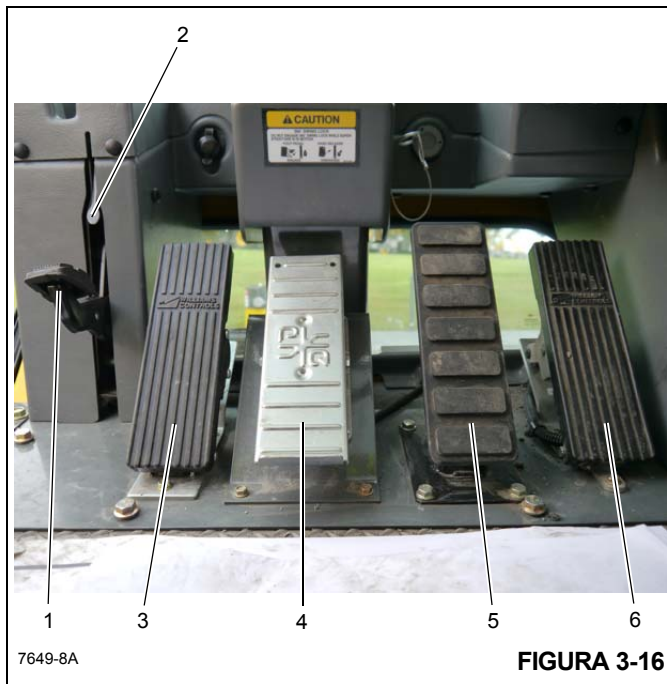

FIGURA 3-16
O pedal da trava contra giro de 360° (1) (Figura 3-16) está localizado no lado esquerdo do piso da cabine do guindaste. O pedal é usado para acionar a trava contra giro para impedir que a superestrutura gire. Para liberar a trava contra giro, puxe a alavanca de liberação da trava contra giro de 360° (2).
O pedal do freio de giro (3) (Figura 3-16) localiza-se no lado esquerdo do piso da cabine. O pedal do freio de giro é usado para acionar o freio de giro para diminuir ou interromper o movimento de giro. A frenagem é proporcional ao pressionamento do pedal. Com o pedal não pressionado e a válvula de controle do freio de giro desengatada, a pressão hidráulica é aplicada ao freio vencendo a pressão da mola e soltando o freio. Pressionar o pedal aciona a válvula do freio de giro a vácuo para aplicar pressão no conjunto do freio. Essa pressão auxilia a pressão da mola a vencer a pressão hidráulica aplicada no circuito de liberação do freio e aplica o freio de mola de acordo com a pressão da válvula do freio de giro a vácuo.
O pedal de controle do telescópio (4) (Figura 3-16) é fornecido quando o guindaste está equipado com um guincho auxiliar. Localiza-se no meio do piso da cabine. Empurrar a parte superior do pedal para frente estenderá a lança e empurrar a parte inferior do pedal para baixo retrainrá a lança.
O pedal do freio de serviço (5) (Figura 3-16) é o segundo pedal a partir da direita no piso da cabine. Pressionar o pedal controla o acionamento dos freios de serviço.
O pedal do acelerador (6) (Figura 3-16) localiza-se no lado direito do piso. Ele é usado para controlar a rotação do motor que aumenta ou diminui proporcionalmente com a pressão aplicada no pedal. O pedal é conectado eletricamente ao módulo de controle da superestrutura que envia o sinal ao ECM do motor através do data link J1939.